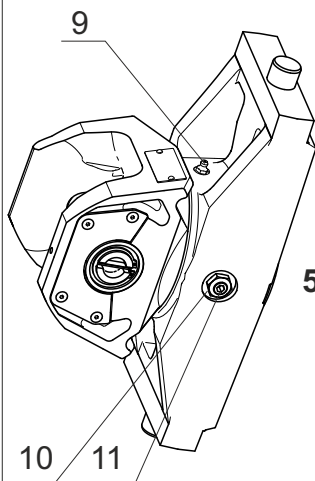

Bild 6
- ⇒ Entsprechend den Einsatzbedingungen die Lagerung über den Schmier-Nippel (9) mit Mehrzweckfett schmieren (max. 1x pro Woche). Pro Schmierungsvorgang nicht mehr als zwei Hübe einer handelsüblichen Hebel Fettpresse einbringen. [ Bild 6 ]
- ⇒ 6kt-Mutter (10) SW19 lockern; Gewindestift (11) mit Innensechskantschlüssel SW 6 verdrehen, bis ein axiales Drehmoment von ca. 30Nm erreicht ist. Rechtsdrehung erzeugt ein höheres, Linksdrehung ein geringeres Drehmoment. Abschließend die Kontermutter (10) wieder festziehen. [ Bild 6 ]